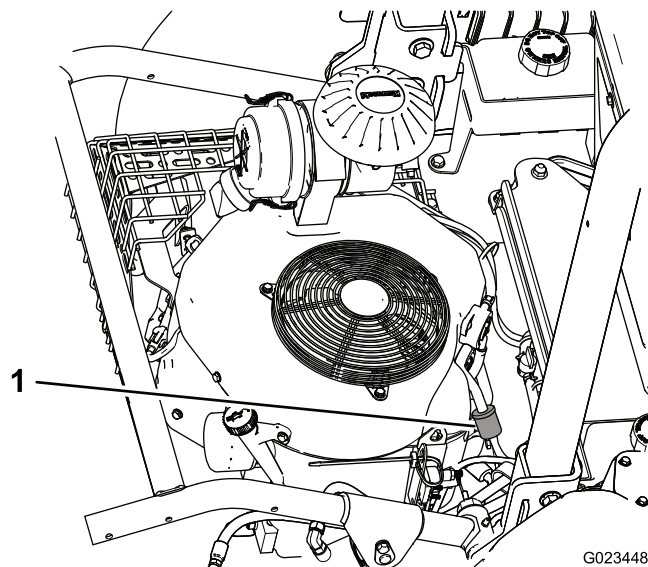
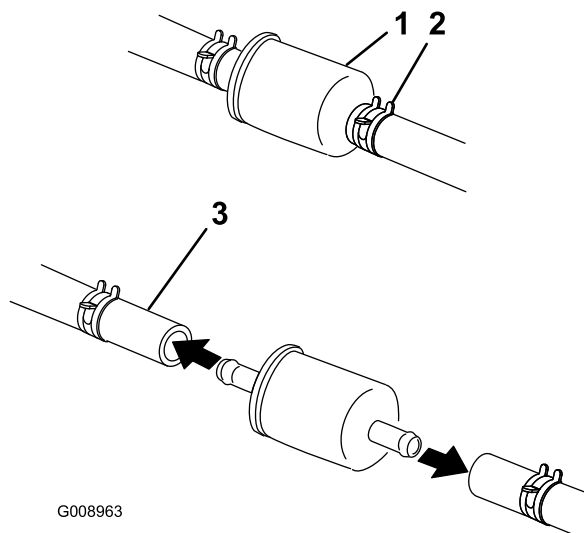

Figure 48
Figure 49
1. Desserrez le collier de flexible sur le côté carburateur du filtre, et débranchez la conduite de carburant du filtre (Figure 48 et Figure 49).